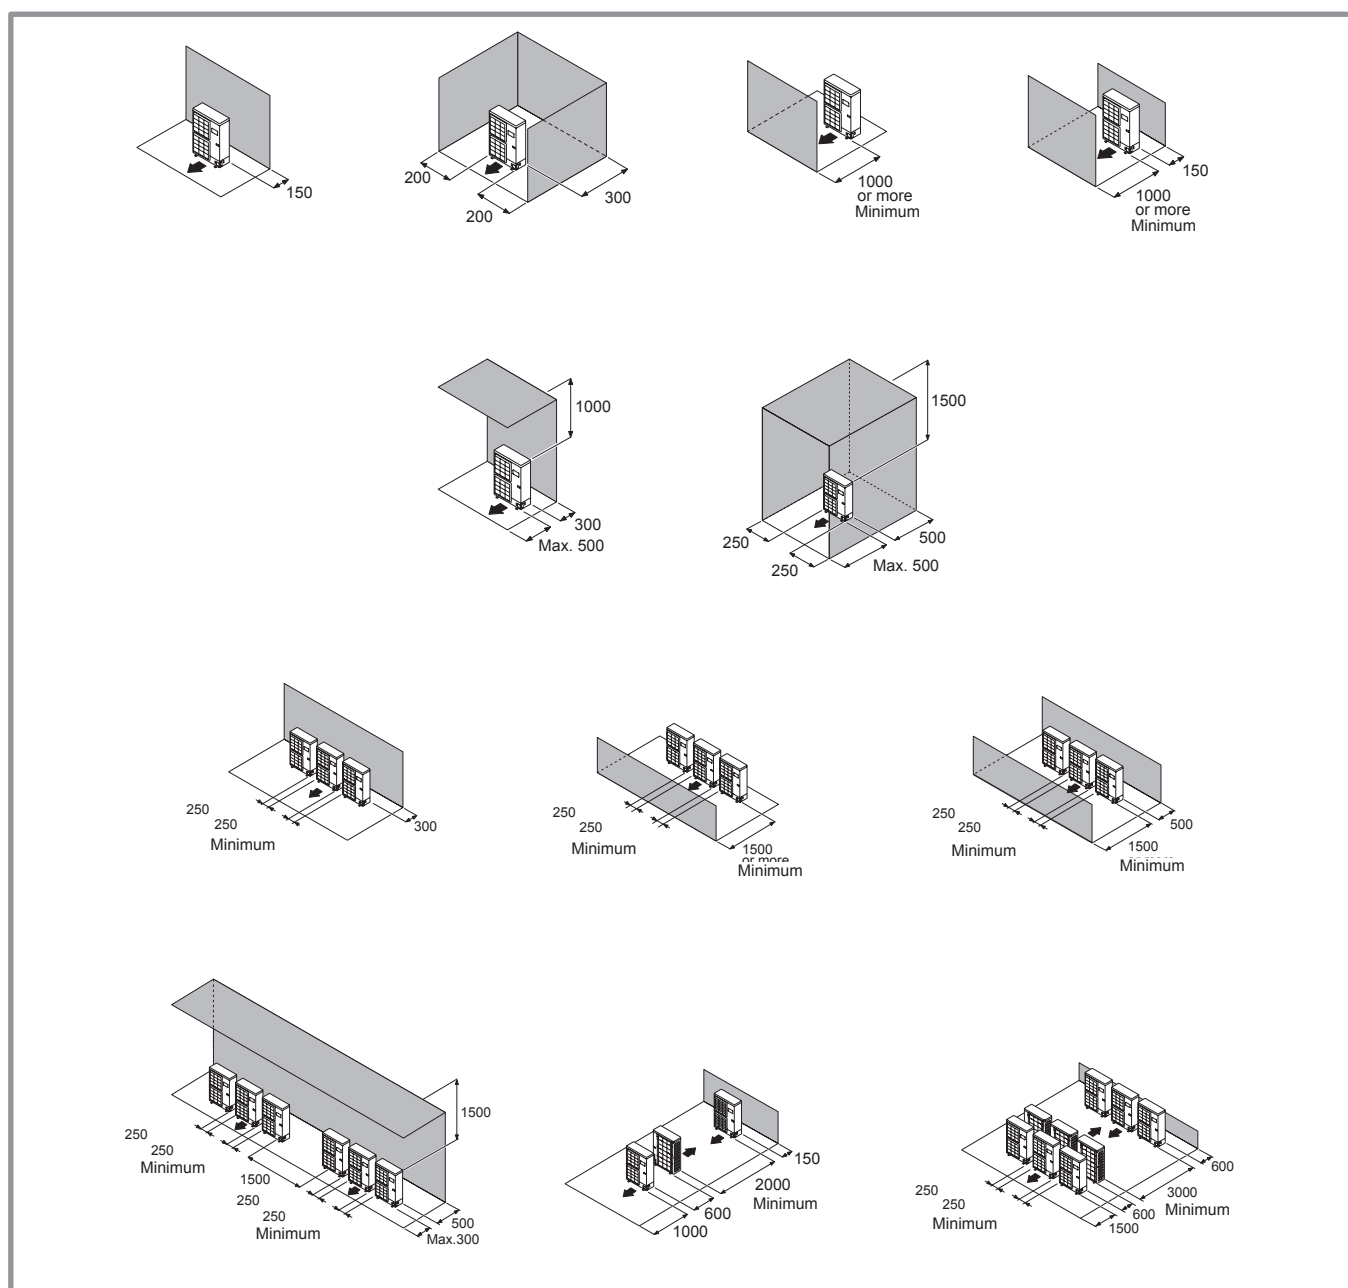

figure 13 - Dégagements minimum d'installation autour de l'unité extérieure (tous modèles)
☞ **L'unité extérieure doit exclusivement être installée à l'extérieur (dehors). Si un abri est requis, il doit comporter de larges ouvertures sur les 4 faces et respecter les dégagements d'installation (figure 13).**
- Aucun obstacle ne doit entraver la circulation de l'air à travers l'évaporateur et en sortie du ventilateur (figure 13).